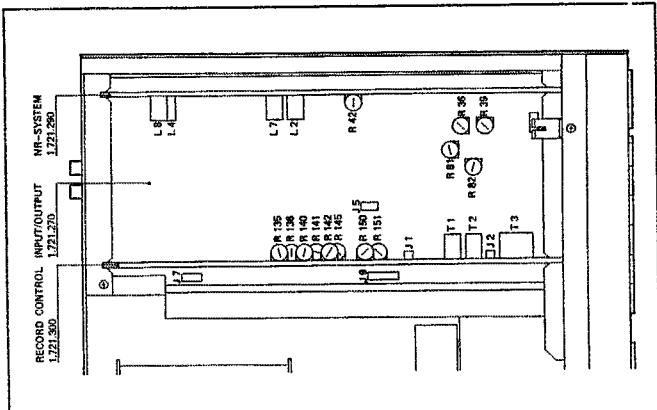

Fig. 5.1
- Induktivitäten L2 und L4, auf Platine NR-SYSTEM, auf minimale Spannung am Ausgang abgleichen. Dämpfung muss ≥ 30 dB betragen (Fig. 5.1)
- mit dem Trimpotentiometer R42 (auf der Platine NR-SYSTEM) Ausgangspegel des rechten Kanals auf den Wert des linken Kanals einstellen (Fig. 5.1)